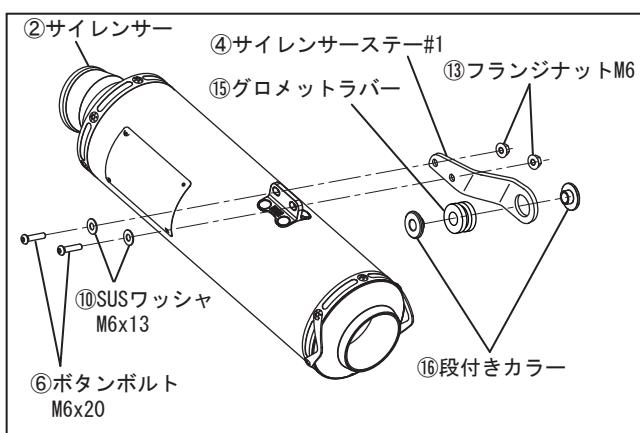

FIG. 10
8. ④サイレンサーステー#1に⑯グロメットラバーと⑯段付きカラーを取り付けて下さい。
次に、②サイレンサーに④サイレンサーステー#1を⑥ボタンボルトM6×20と⑩SUSワッシャM6×13、⑬フランジナットM6を使用して仮締めして下さい。 (FIG. 10, 11 参照)